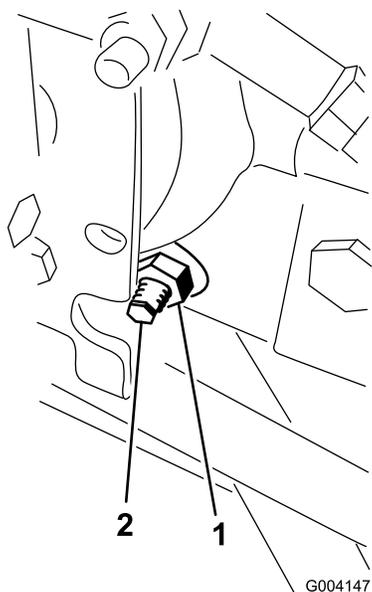

Figure 70
3. Sous le côté droit de l'hydrostat, desserrez le contre-écrou sur la came de réglage de transmission (Figure 70).